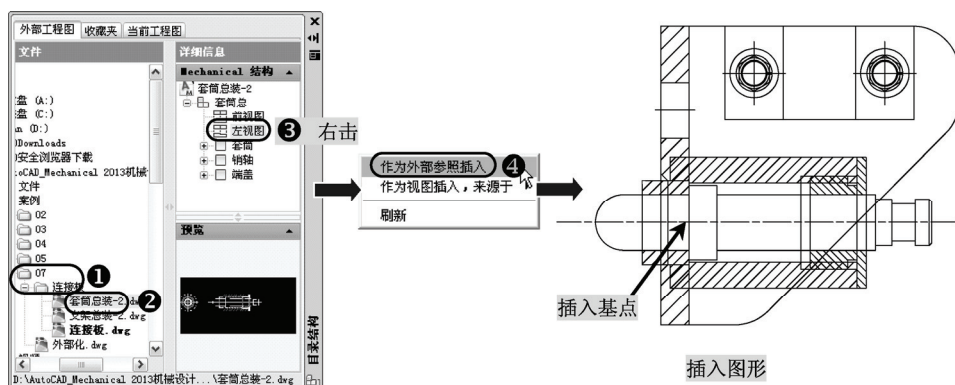

图 7-51 插入套筒左视图
17) 用同样方法, 在“支架总/左视图”中插入“套筒总/左视图”, 如图 7-51 所示。